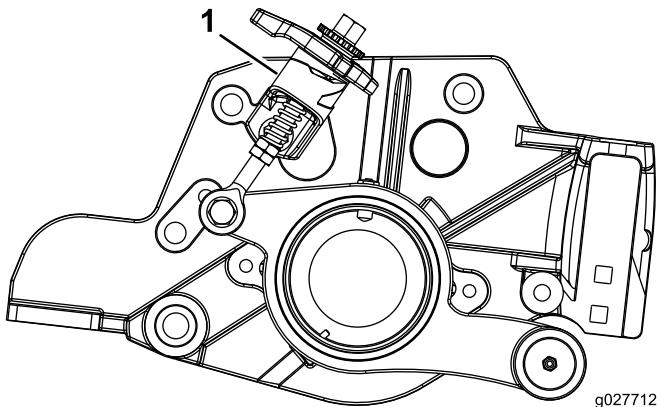

Figura 13
20. Para modelos hidráulicos, Monte el conjunto de elevación rápida del lado del motor del molinete según se muestra en Figura 9, Figura 12 y Figura 13, usando los conjuntos pre-ensamblados del kit.